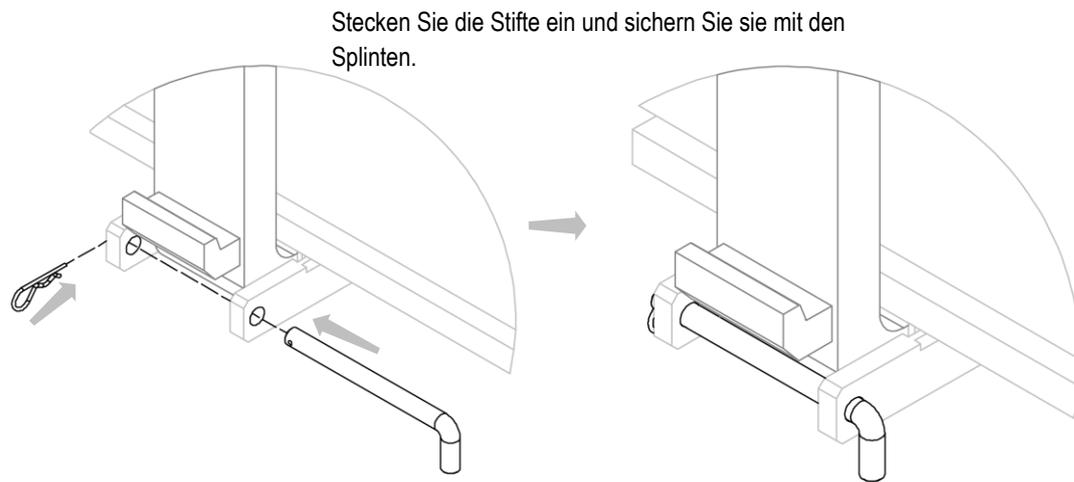

Abbildung 9
6. Schließen Sie die Gabelzinkenfeststeller (siehe *Abbildung 9*).